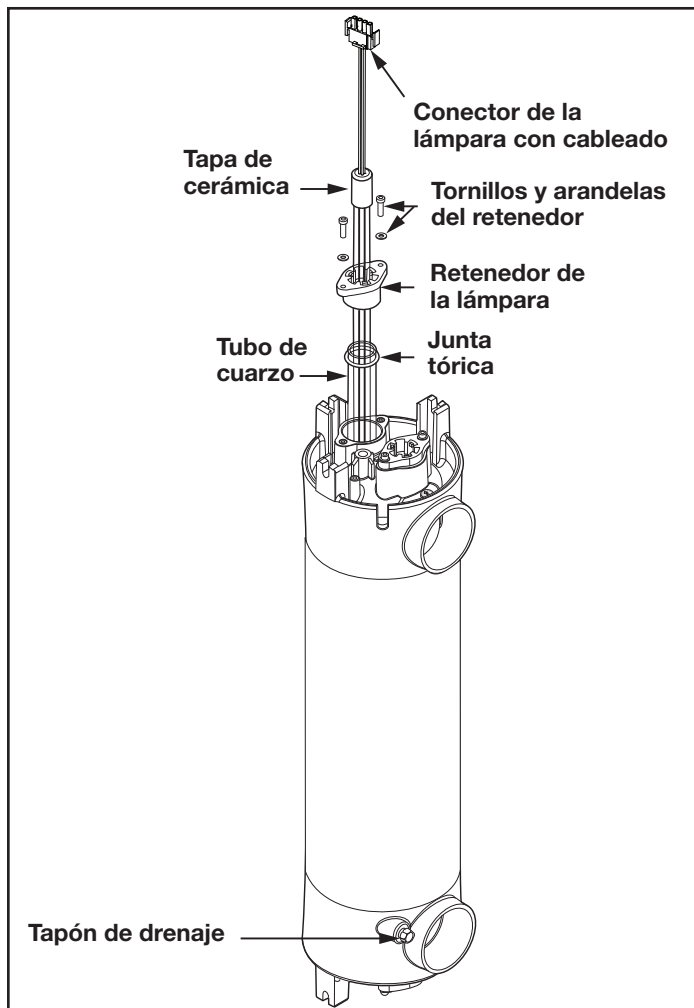

Figura 15. Subconjunto del reactor UV
3. Antes de continuar, espere a que los tubos de cuarzo se enfríen. Quite el tapón de vaciado para drenar el agua del reactor UV. Vuelva a colocar el tapón una vez que el agua deje de salir del reactor UV. Consulte la Figura 15.
4. Sujete los cables de la lámpara UV y tire suavemente hasta que la parte superior de la lámpara UV pase las pestañas del retenedor de la lámpara. Consulte la Figura 15.
6. Después de extraer las lámparas, quite los tornillos de la parte superior del retenedor de la lámpara con la llave hexagonal suministrada con la bolsa de piezas. Deje en un lugar seguro los tornillos, las arandelas y el retenedor. Consulte la Figura 15.
7. Sujete el tubo de cuarzo desde la parte superior del reactor UV y tire para extraerlo del reactor UV. Consulte la Figura 15.
8. Retire la junta tórica de la parte superior del tubo de cuarzo. Coloque todo en un lugar seguro. Consulte la Figura 15.